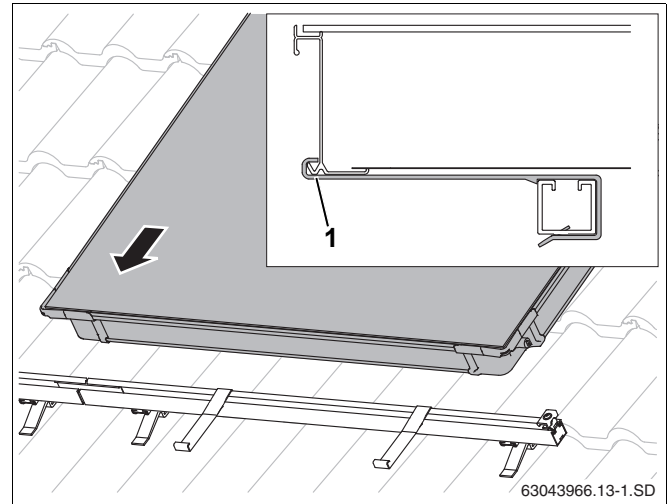

Рис. 42 Установка первого коллектора на профильные рейки
- ▶ Уложите первый коллектор на профильные рейки. Коллектор должен встать в крепления от сползания (рис. 42).
Нижний край коллектора должен войти в крепление от сползания (рис. 42, поз. 1).